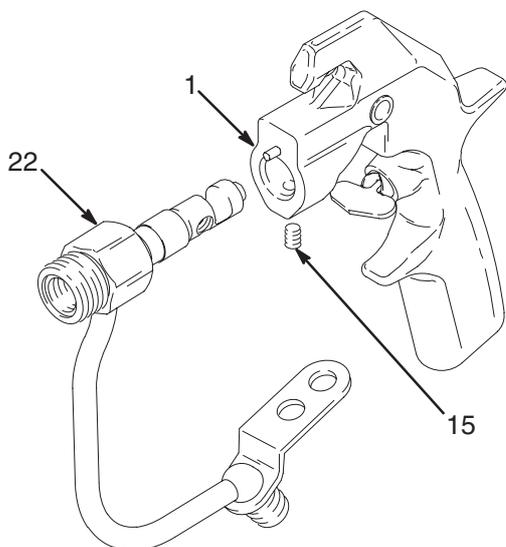

Fig. 10 04736
6. Desaperte o parafuso de aperto (15). Afaste o alojamento do líquido (22) do corpo da pistola (1). Ver Fig. 10.